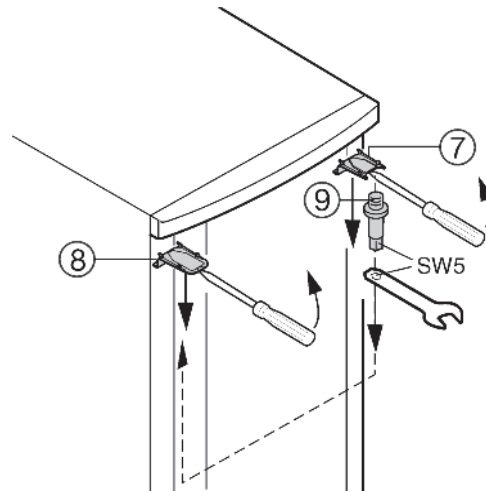

Рис. 5
- Сдвиньте верхний кожух Рис. 5 (7) и кожух Рис. 5 (8) вперед при помощи отвертки и снимите их, наклонив вниз.
- Отвинтите несущий штырь Рис. 5 (9) и привинтите его на другой стороне петли, **затянув не слабее 4 Нм**. Для этого воспользуйтесь установочным винтом на накидном ключе.
- Чтобы установить кожух Рис. 5 (7) на сторону, где привинчен несущий штырь, вставьте на место его заднюю часть и закрепите переднюю.
- Чтобы установить кожух Рис. 5 (8) на противоположную сторону, вставьте на место его заднюю часть и закрепите переднюю.
- Прикрепите дверцу к несущему штырю Рис. 5 (9) и закройте ее.